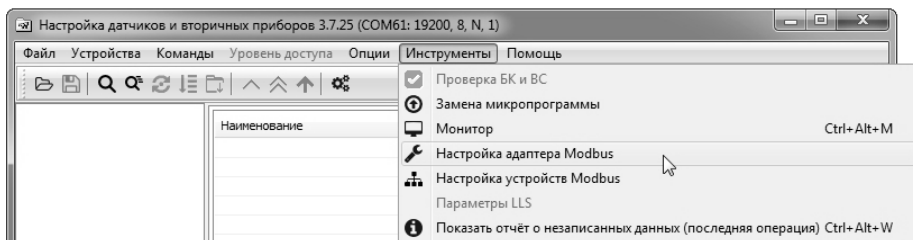

Рисунок 7 – Запуск утилиты «Настройка адаптера Modbus»
3.5.5.3 Для запуска утилиты «**Настройка адаптера Modbus**» в программе «**Настройка датчиков и вторичных приборов**» выбрать пункт главного меню «**Инструменты**» → «**Настройка адаптера Modbus**» (рисунок 7).